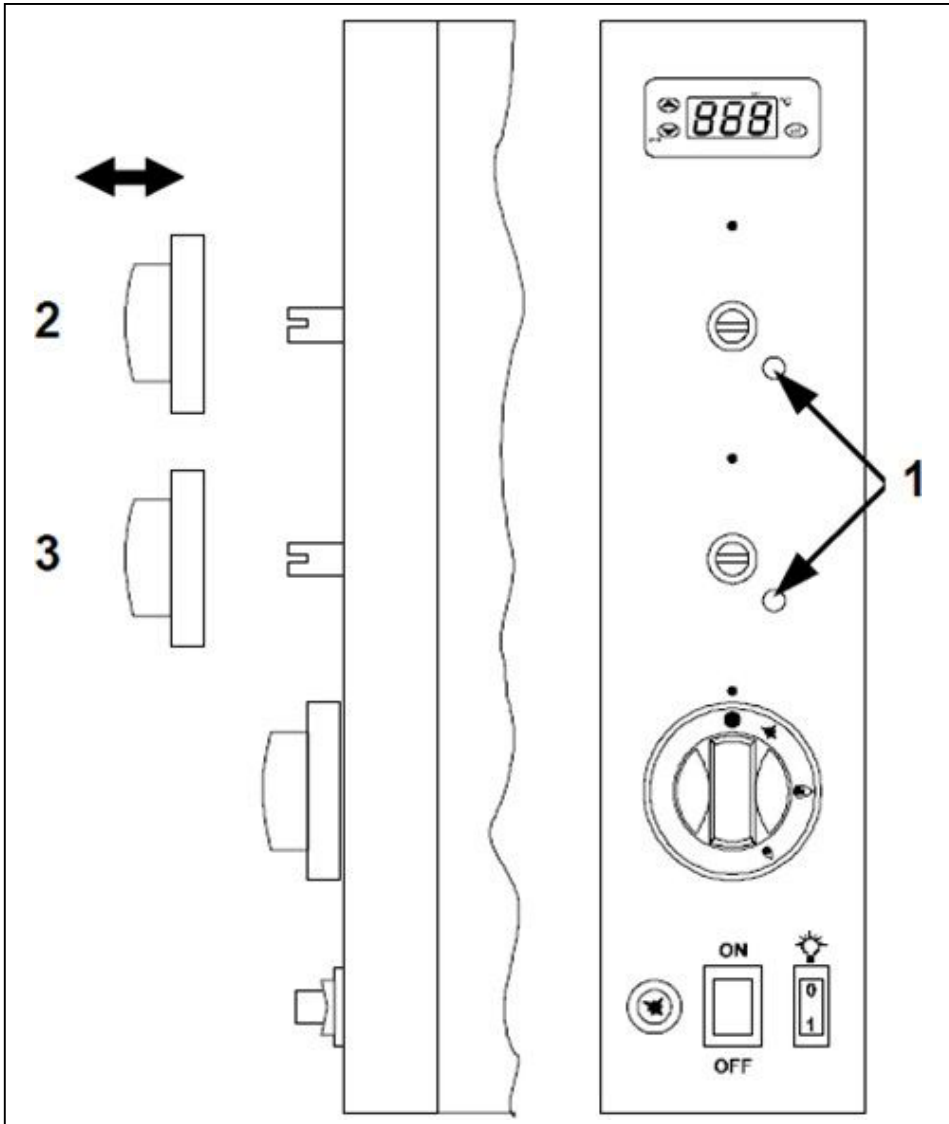

FIG.10
Para el funcionamiento con GLP (g30-g31) el mínimo es fijo y el tornillo (fig.10-ref.1) debe apretarse a fondo; para el funcionamiento con otros tipos de gas, el mínimo se puede ajustar de la siguiente manera:
- Retire manualmente la manija del quemador del panel de control (fig.10-ref.2/3);
- Desenroscar el tornillo (fig.10-ref.1) 2/3 de vuelta y volver a introducir la empuñadura;
- Retire nuevamente el mango y apriete el tornillo (fig.10-ref.1) hasta que la llama se mantenga estable;